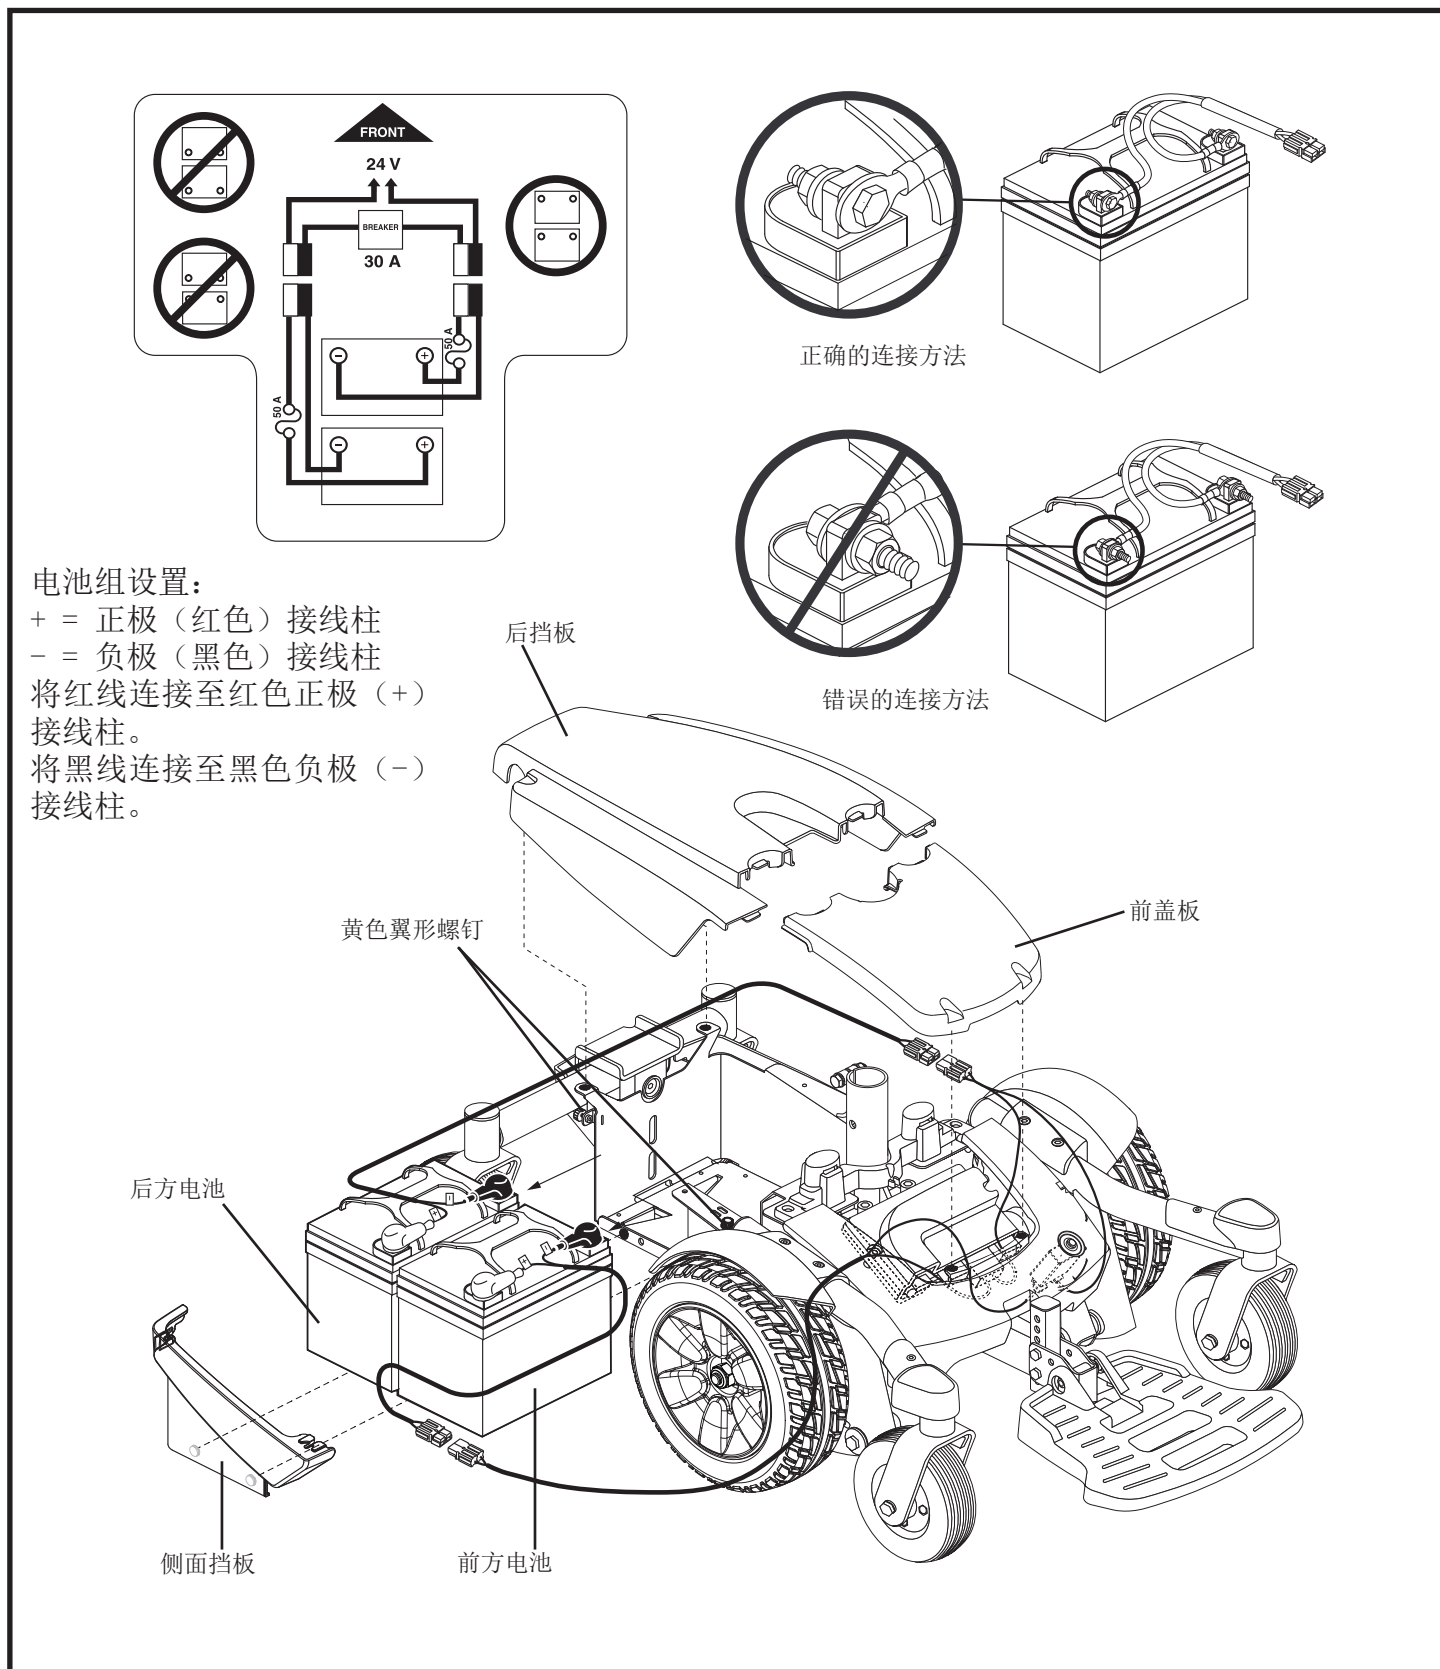

图16. 电池安装（去除了座椅以便更清楚的显示）
3. 拆下后挡板。见图 16。
5. 将后方电池线束与动力基座断开。见图 16。
8. 将前方电池线束与动力基座断开。见图 16。
10. 从旧电池上拆下电池线束，并将其安装到新电池上。确保接线设备朝向正确方向。见图 16。
11. 将前方电池放入动力基座。确保接线柱面朝动力基座前方。见图 16。
14. 将后方电池放入动力基座。确保接线柱面朝动力基座前方。见图 16。